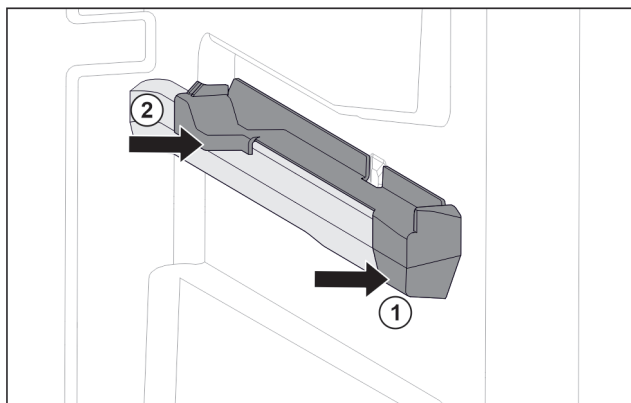

Fig. 122 Aufsteckteil auf der rechten Behälterrippe
- Aufsteckteil vorne an Behälterrippe ansetzen. Fig. 122 (1)
- Aufsteckteil hinten andrücken. Fig. 122 (2)